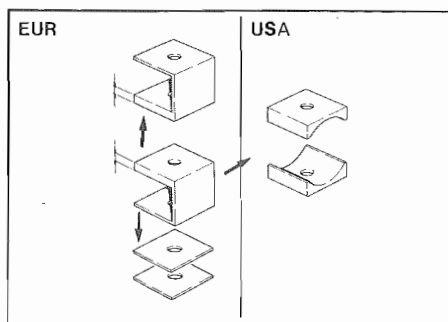

Fig. 11 - Spessori
- Rimontare gli spessori presenti sulle staffe (**Fig. 11**) nella posizione precedente allo smontaggio.
- Refit brackets spacers (**Fig. 11**) in their original position.
- Refit the bracket spacers (**Fig. 11**) in their original position.